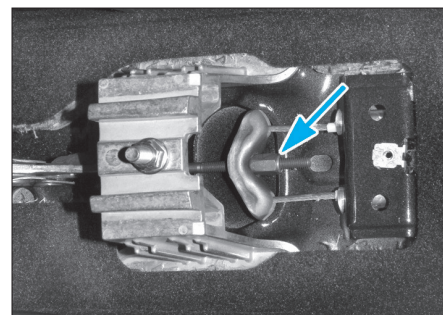

FIG. 74
- Desserrer l'écrou de rattrapage jusqu'à ce que les câbles de frein puissent être décrochés du palonnier (Fig.74).